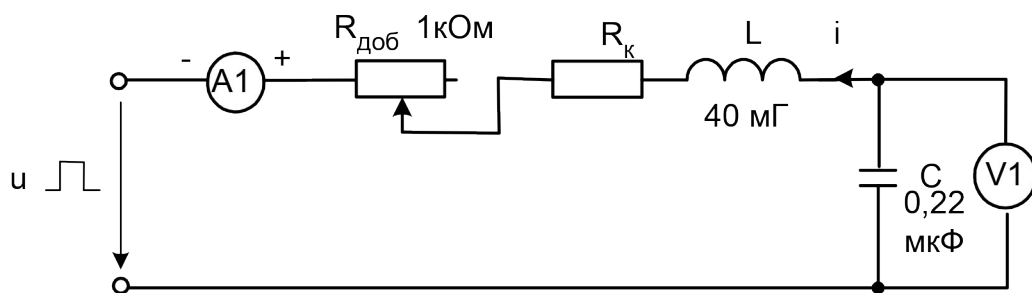

Рисунок 7.3 – Принципиальная электрическая схема
2. Измерьте омметром и запишите активное сопротивление катушки индуктивности, указанной на схеме (рис.7.3):
4. Соберите цепь согласно схеме (рис.7.3), включив в неё в качестве измерительных приборов соответствующие гнёзда коннектора, выведите подстроечный резистор  $R_{доб}$  на ноль и установите на источнике напряжения однополярные прямоугольные импульсы частотой 200 Гц и максимальной амплитуды.